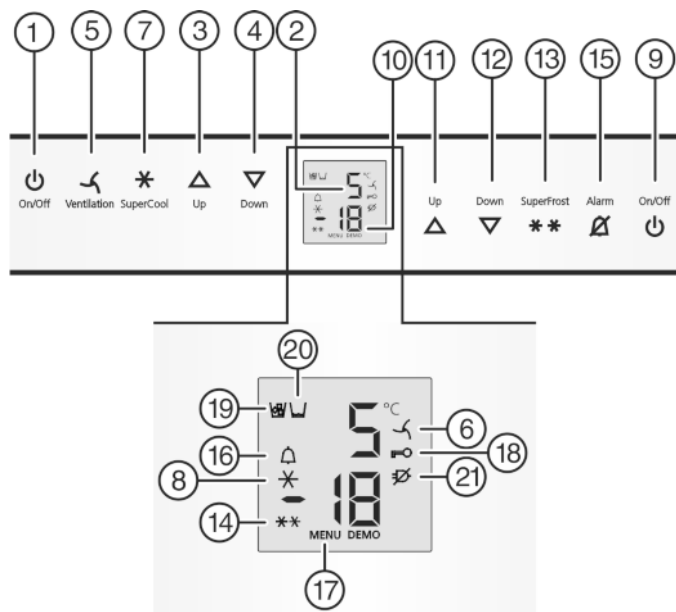

Fig. 2
- ▶ Нажмите кнопку On/Off морозильного отделения Fig. 2 (9).
- ▶ Нажмите кнопку On/Off холодильного отделения Fig. 2 (1).
- ▶ Активация режима настройки: удерживайте кнопку SuperFrost Fig. 2 (13) прибл. 5 секунд.
- ▷ Символ меню Fig. 2 (17) горит.
- ▶ Коротко нажмите кнопку SuperFrost Fig. 2 (13) для подтверждения. На индикации появляется cI:
- ▶ Для включения защиты от детей коротко нажмите клавишу SuperFrost Fig. 2 (13).
- ▷ Символ "Защита от детей" Fig. 2 (18) горит. На индикации мигает с.
- ▶ Для выключения защиты от детей коротко нажмите клавишу SuperFrost Fig. 2 (13).
- ▷ Символ защиты от детей Fig. 2 (18) гаснет. На индикации мигает **c**.
- ▶ Выход из режима настройки: нажмите кнопку On/Off морозильного отделения Fig. 2 (9).
- ▶ Нажмите кнопку Alarm Fig. 2 (15).
Одновременно мигает индикация температуры и символ тревоги Fig. 2 (16).
Звуковой сигнал выключается автоматически, символ аварийного сигнала Fig. 2 (16) выключается и индикатор температуры перестает мигать, если температура снова становится достаточно низкой.